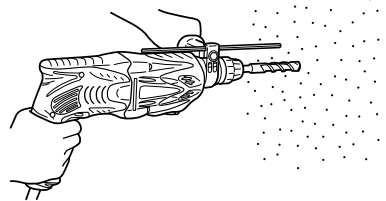

Fig. 8
- (1) Montar la broca.
- (2) Presionar el interruptor de gatillo después de poner la punta de la broca en la posición para taladrar (Fig. 8).
- (3) No es necesario presionar con fuerza la broca. Presionar ligeramente la broca de forma que el polvo producido al taladrar salga al exterior gradualmente.
- Cuando la broca toque una barra de hierro de construcción se detendrá inmediatamente y el martillo perforador tenderá a girar. Por lo tanto, sujetar el mango lateral y sostenerlo firmemente como se ilustra en la Fig. 8.